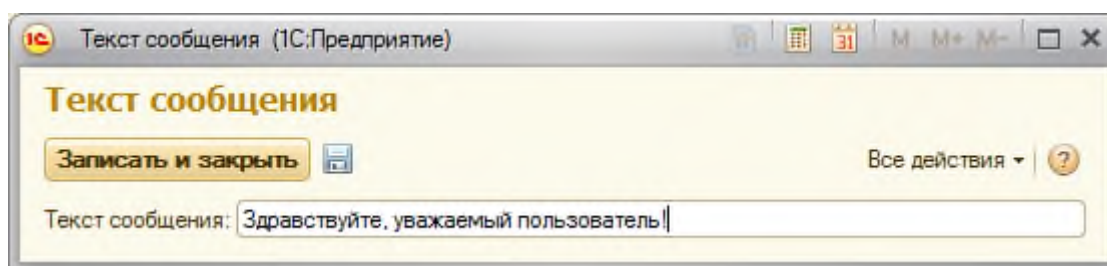

**Рисунок 5.2-** Константа в панели действий в разделе Учет работы мастеров
3. Посмотрим, как включение константы в подсистему **УчетРаботыМастеров**, отразится на интерфейсе нашего приложения в режиме 1С:Предприятие. Видно, Рисунок 5.2, что в разделе **Учет работы мастеров**, под панелью разделов, появилась еще одна панель. Она называется **панелью действий**. В панель действий автоматически включаются команды, разбитые на группы – **Сервис, Создать, Отчеты**. Группы в панели действий можно создавать и самостоятельно. В нашем случае в панели действий видна группа **Сервис**, содержащая команду для работы с только что созданной константой.